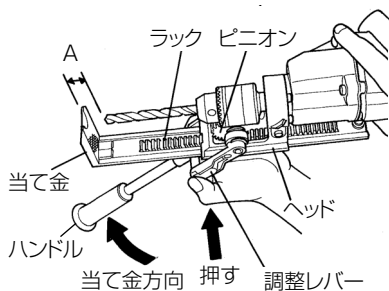

図 14
被加工材の形状および厚さに応じて、錐の刃先と当て金の距離 A（図 14）を調整します。
(1) 図 14 のように調整レバーを押したまま、ハンドルを当て金方向に移動させ、ラックとピニオンのかみ合いを解除します。（これでヘッドは移動可能になります。）
(2) 被加工材に合わせて、錐の刃先と当て金の距離 A を調整します。